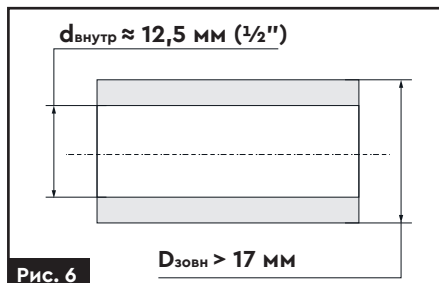

Рис. 6
- У разі під'єднання до магістрального водопроводу діаметр труби в місці приєднання напірного патрубку має бути не менший, ніж 1/2" (рис. 6).